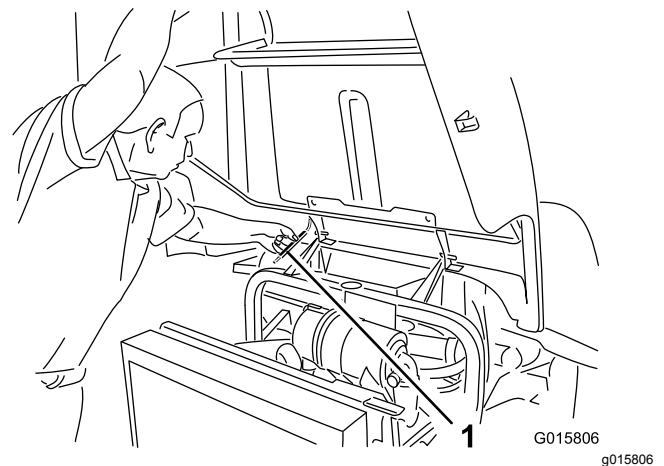

Figura 27
2. Eleve o capot até conseguir posicionar a barra de apoio atrás do tubo do chassis (Figura 27).